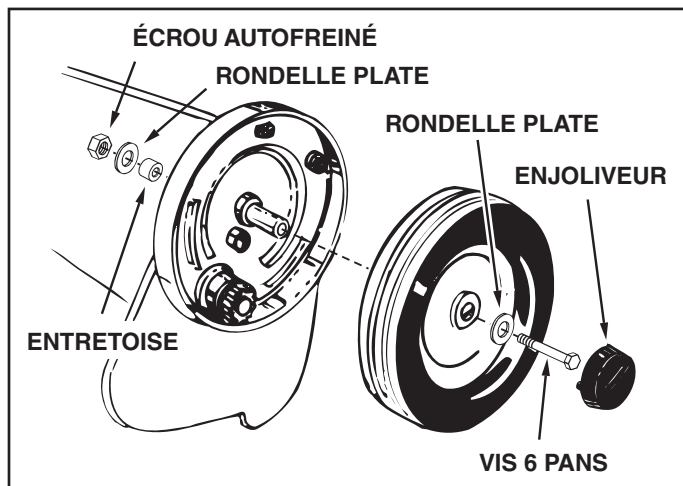

FIGURE 20
3. Tous les deux ans, retirer les roues et nettoyer les engrenages qui se trouvent à l'intérieur du carter des roues. Après avoir nettoyé les roues et les engrenages, les lubrifier en appliquant uniformément une légère couche de graisse. Pour retirer la roue, enlever l'enjoliveur en faisant levier avec un tournevis puis retirer l'écrou autofreiné, la rondelle plate et l'entretoise de l'extrémité de la vis à 6 pans, à l'intérieur de la balayeuse. Voir la figure 20.